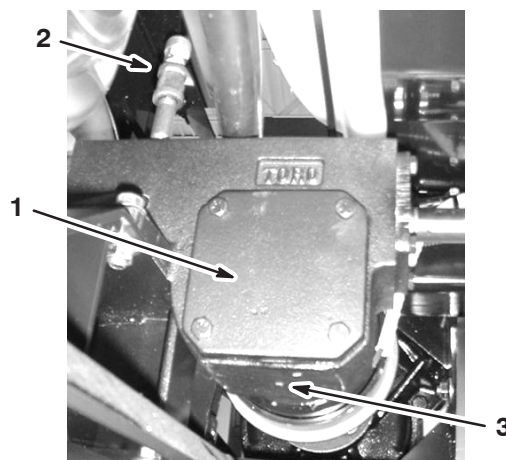

Bild 48
3. Entfernen Sie die Ablassschraube (Bild 48) und lassen Sie das Öl in das Auffanggefäß abfließen.